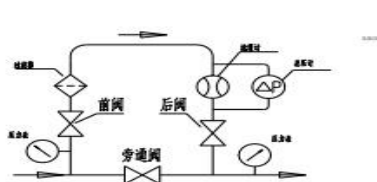
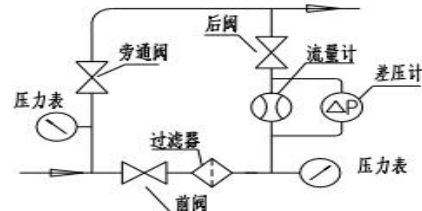
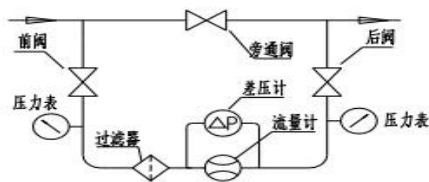

图 6 上进下出立面图
图 7 下进上出立面图
图 8 左进右出平面图
5.4 建议垂直安装流量计。气体流向为上进下出，在特殊情况下可采取下进上出或左进右出，但订货时需特殊说明，流量计出厂时标准产品为上进下出。安装流量计时应设置前后阀门和旁通管路，以保证维修保养时，不必停气。图 6、图 7、图 8 分别为 A、B、C（进出口方位分别为上进下出、下进上出、左进右出）三种流量计安装管路典型系统图，以供用户参考。
5.6.5 流量计安装连接尺寸，见表 3 及图 7，法兰按 GB/T9119-2000 标准